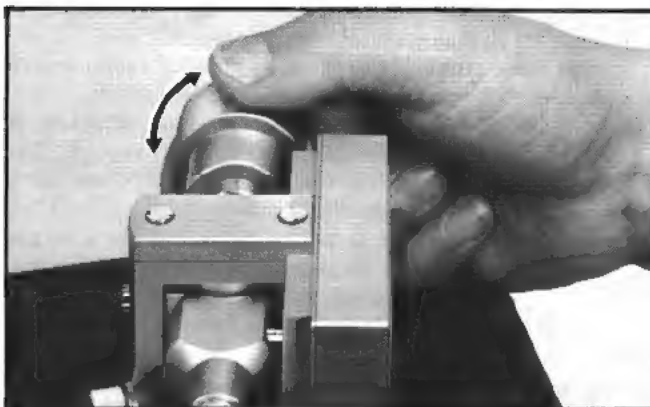

Fig. 11 Abb. 11
6. Zero balance adjustment (Figs. 11, 12,)
6. Abstimmung für Null-Balance (Abb. 11, 12,)
6. Réglage de l'équilibrage "0" (Figs. 11, 12,)